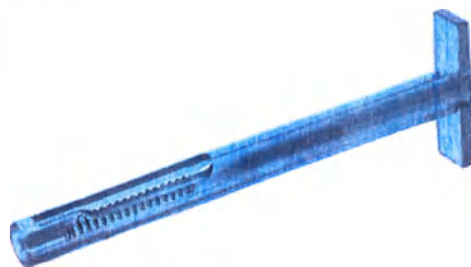

Рисунок 4 – Схематическое изображение Comport T
3.8.3.4 Инжектор Comport T имеет цилиндрический корпус с поршнем, перемещающимся вдоль продольной оси, с силиконовым наконечником (рисунок 4). Корпус инжектора изготовлен из полистирола, поршень – из ударопрочного полистирола.